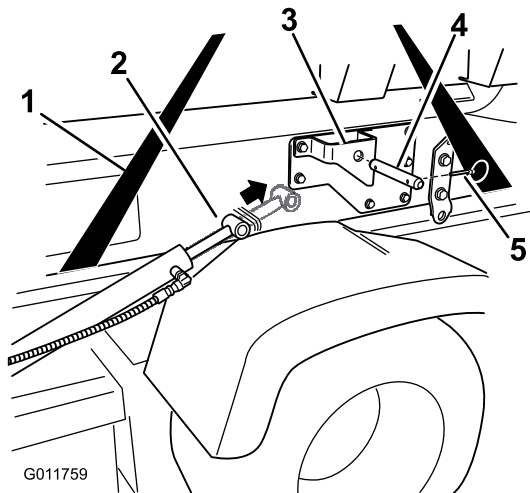

図 19
4. 昇降シリンダをタンク台のブラケットまで伸ばす。タンク台の各ブラケットについている取り付け穴にそれぞれのシリンダ・アームを合わせる (図 19)。